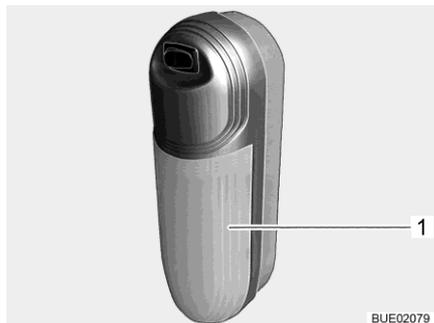

Fig. 294 Lampada a parete
- Sfilare la copertura trasparente (Fig. 294,1) dall'interruttore e rimuoverla.